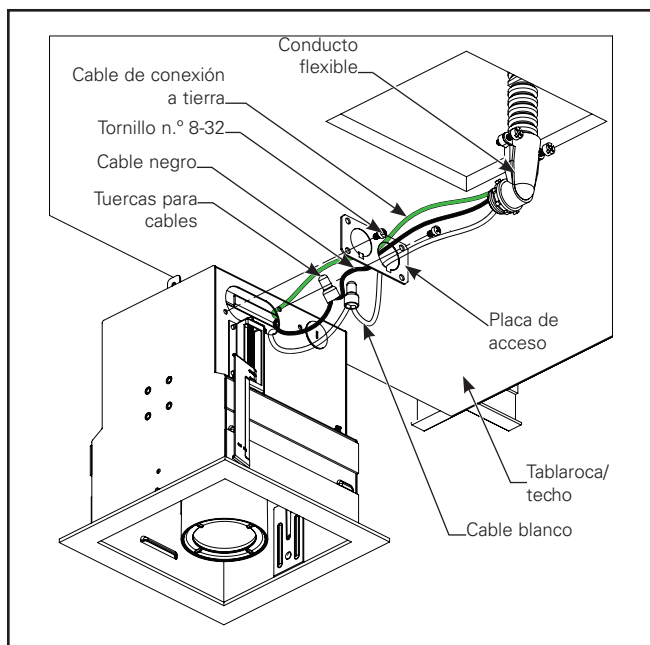

Figura 2.3.
- ii. Conecte los cables negro con negro y blanco con blanco utilizando las tuercas para cables provistas. (Figura 2.3)
- iii. Conecte el cable de conexión a tierra a la placa posterior del controlador con tornillos n.º 8-32 (Figura 2.3).